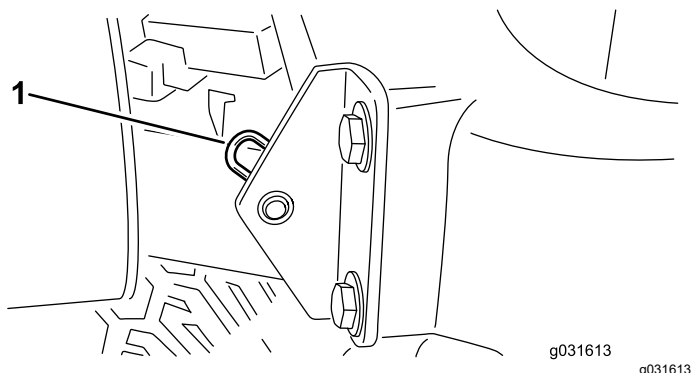

Figure 39
2. Retirez la goupille fendue qui fixe le pivot de capot aux supports (Figure 39).